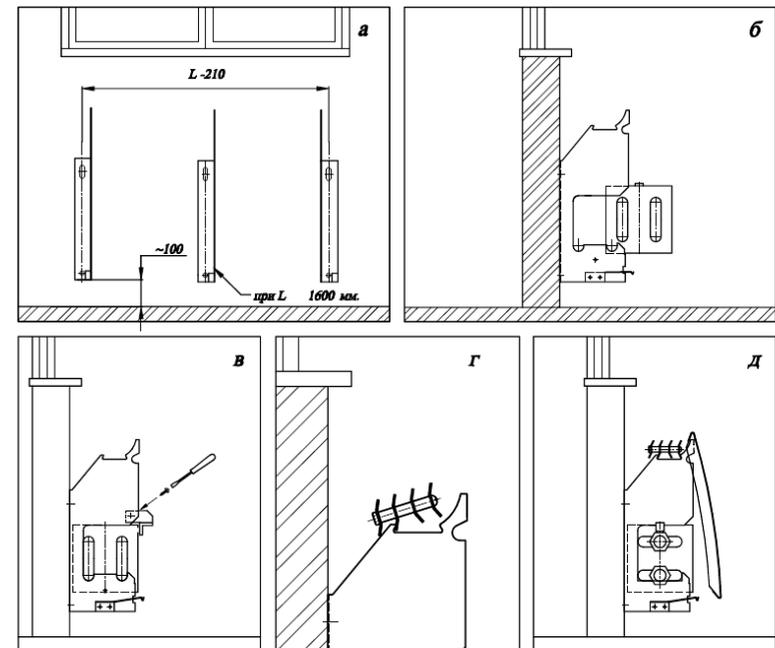

Рис. 7.
- 5.2. Разметить места установки кронштейнов. При этом следует учесть, что для оптимальной теплоотдачи расстояние между конвектором и полом, должно быть 100-120 мм, а между конвектором и подоконником не менее 100 мм. Расстояние между осями кронштейнов принимается в соответствии с рис. 7а. - L-210. (расстояние между отверстиями для крепления в кронштейнах с присоединённой к ним планкой). Если длина конвектора более 1600 мм, то он комплектуется третьим кронштейном, который устанавливается посередине.
- 5.4. Установить нагревательный элемент на кронштейны в соответствии с рис. 7б.
- 5.5. Установить между кронштейнами и закрепить планку винтами в соответствии с рис. 7в.
- 5.8. Установить решётку на кронштейнах защёлкнув в замок, рис. 7г.
- 5.9. Навесить лицевую панель, зафиксировав её нижний край фиксатором кронштейна рис. 7л